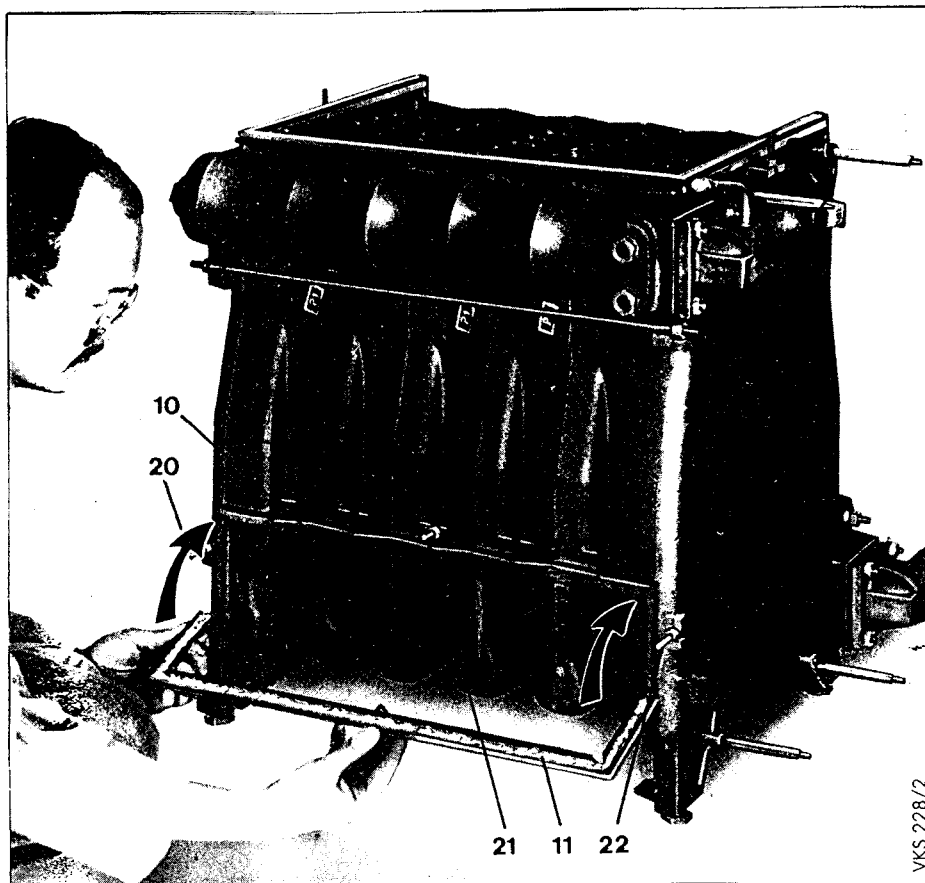

Рис. 8
- Приклеить к уплотнительному профилю (9) самоклеющуюся уплотнительную ленту (8).
- Угловые соединения уплотнительной ленты (8) не должны иметь щелей.
- Уплотнительный профиль (11) полностью заполнить уплотнительной массой (см. рис. 8).
- Равномерно и плотно прижать уплотнительный профиль (11) к литому ребру (10) (см. рис. 8).